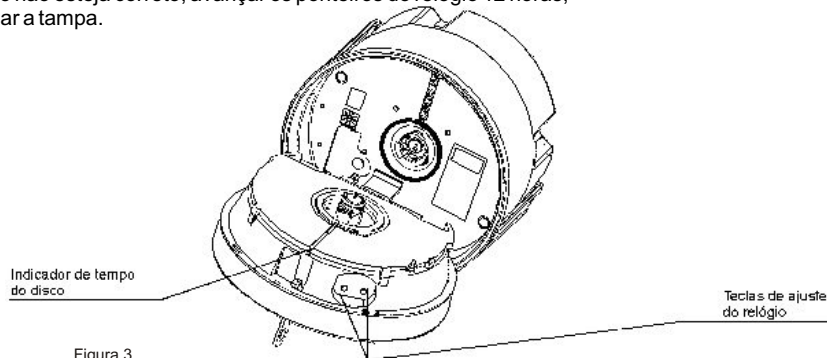

Figura 3
Passo 3: Acertar o relógio através dos botões de ajuste (Figura 3)